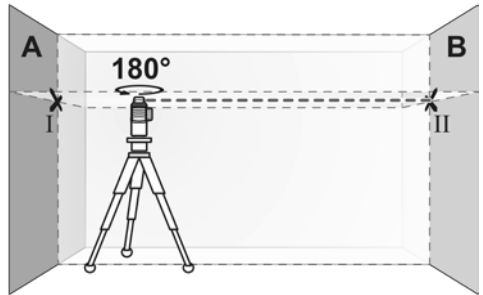

Рисунок 5
3.5.3 Поверніть прилад на 180° і зачекайте, поки промінь автоматично вирівнюється, та позначте точку, в якій лазерні лінії перетинаються на протилежній стіні «В» (точка «II», рисунок 5).